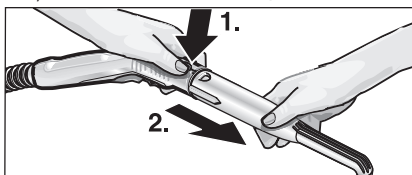

Fig. 5: Detașarea accesoriilor
- Pentru detașarea accesoriilor, apăsați butonul de dezăvoraie (C2 respectiv G3) și despărțiți părțile componente (vezi fig. 5).